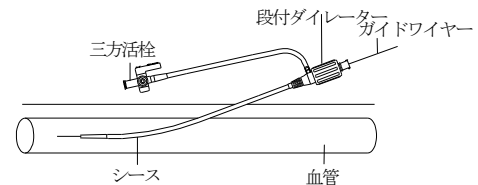

図3
9. 一体化したシース・段付ダイレクターを、外部に出ているガイドワイヤーを通して、できるだけ皮膚と平行になるようにして血管内に挿入する (図3参照)。